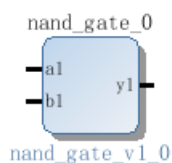

图 2-12 模块图及引脚命名
5) 按 Enter 键，或者鼠标双击该 IP，可以完成添加。如添加 1 个 nand_gate 如图 2-12。